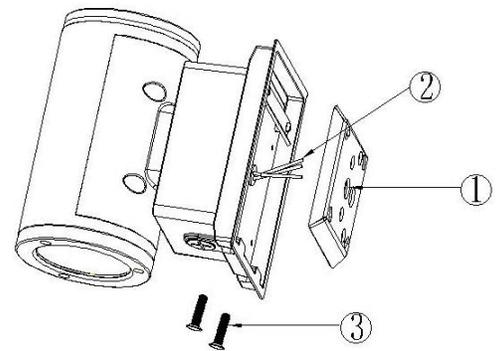

Fig. 1
#### WALL MOUNTING - Fig. 1
**MONTAGE AU PLAFOND - Fig. 1**
1. Installez la plaque de montage (1) sur la boîte de jonction au moyen de vis.
2. Suspendez le luminaire (2) à la plaque de montage (1) au moyen des languettes.
3. Servez-vous de connecteurs approuvés pour raccorder les fils du luminaire (3) aux fils d'alimentation et repoussez ces connecteurs dans la boîte de jonction Fig. 1.
4. Fixez le luminaire à la plaque de montage au moyen de vis de fixation (4).